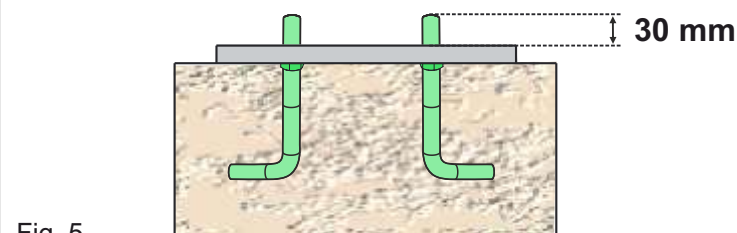

Fig. 5
2.3. Assurez-vous que la plaque est parfaitement nivelée et que les boulons d'ancrage **sortent de la plaque de 30 mm**, comme indiqué sur la Fig. 5